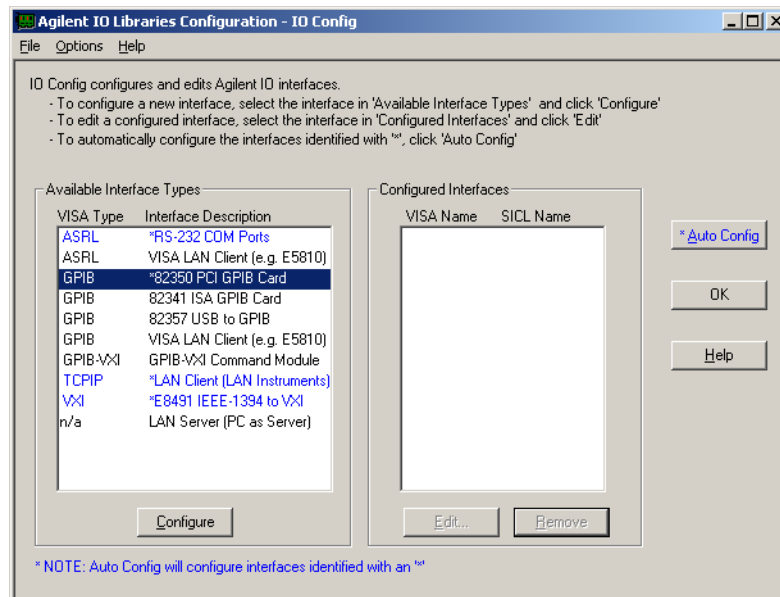

図 35 I/O Config 画面で適切なインタフェースタイプを選択
- 3 **Available Interface Types** のリストからコンフィグレーションするインタフェースカード **Agilent 82350 GPIB** などを選択した後、**Configure** をクリックします。 図 35